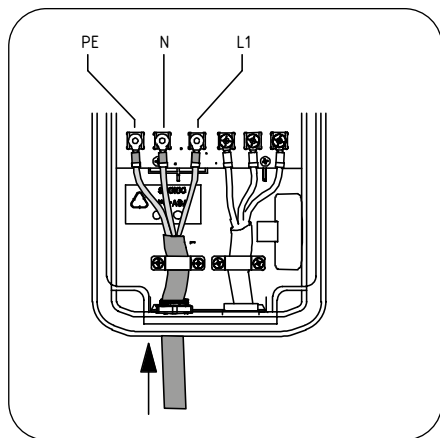

Figura 32
2. Collegare rispettivamente i cavi di fase "L", neutro "N" e terra "PE" (versione monofase, Figura 32) nei morsetti corrispondenti con le viti M5x10. Nota: la forza di fissaggio per le viti è 2.8Nm.